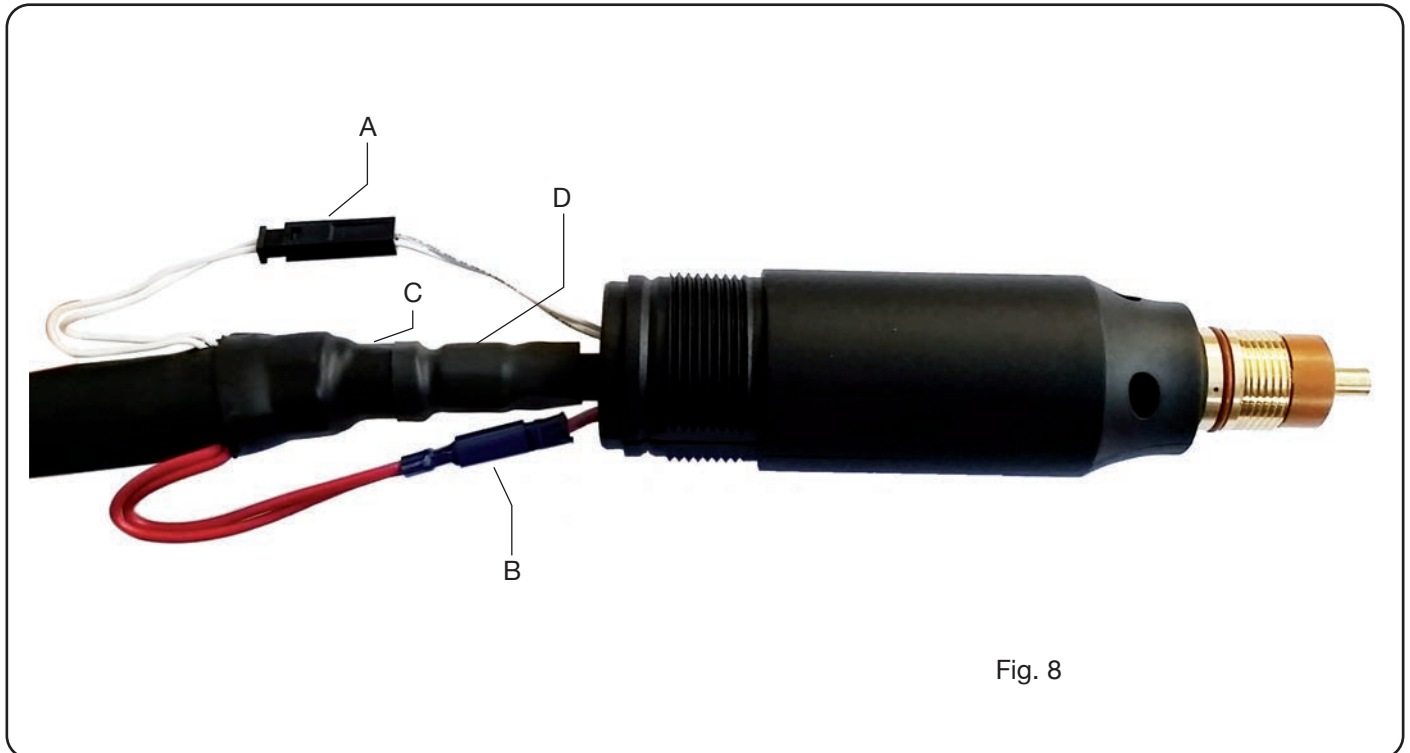

Fig. 8
- Desenroscar los tornillos sin cabeza **G1** y **G2** y a continuación el mango **M**, tirándolo hacia atrás hasta dejar a la vista todos los cables (véase Fig. 8).
- Enroscar los racores **D** y **E**, respetando la orientación indicada en Fig. 8.
- Enroscar los racores **D** y **E** respetando la orientación indicada en Fig.8.
- Desenroscar los tornillos sin cabeza **G1** y **G2** y, a continuación, el mango **M**, tirándolo hacia atrás hasta mostrar todos los cables (véase Fig. 8);